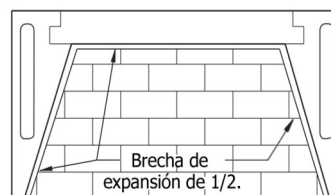

FIGURA 64
3. Inicie con el ladrillo refractario en el borde frontal del suelo del hogar Isokern, avanzando hacia arriba. El ladrillo sobre el suelo debe tener un espacio de aprox. 1/2" respecto a la pared trasera y a las laterales. Este espacio de aire permite la expansión del calor del ladrillo y debe dejarse sin mezcla (Figura 64).